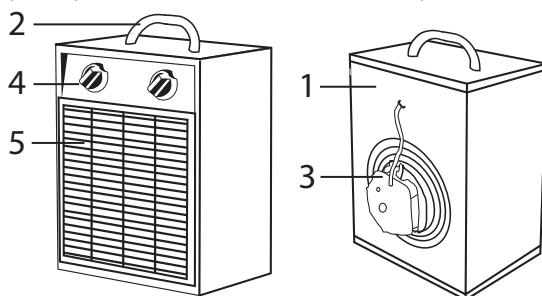

Рис. 1. Устройство прибора
Несущая конструкция тепловентилятора (см. рис. 1) состоит из корпуса (1) и ручки (2). Электродвигатель (3) расположен в задней части тепловентилятора. Блок управления расположен в верхней части корпуса под крышкой. Органы управления вынесены на переднюю панель (4). Внутри корпуса расположены трубчатые электронагревательные элементы, закрытые с лицевой стороны тепловентилятора решеткой (5).